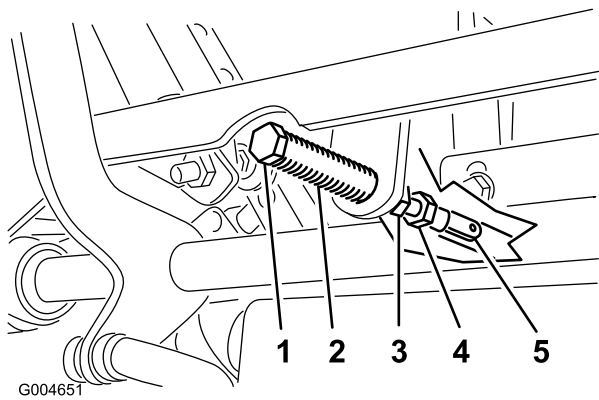

図 61
5. クレビス・ピン(ピボット・シャフトの上のアームについている)がスロットの端部に接触する(スプリングに圧力が掛かり始める位置)まで、レバーを手前に引く(図 61)。
7. 調整が必要な場合は、ジャム・ナットをゆるめて調整ナットをヨーク側に移動できるようにする(図 61)。
8. コントロール・レバーを軽く手前(後退側)に引きながら、調整ボルトを回して、コントロール・レバーがちょうどニュートラル固定位置にくるように調整する(図 61)。
9. ナットとジャム・ナット(図 61)を締め付ける。
- ボール・ジョイント部でジャム・ナット(図 61)を締めつける。